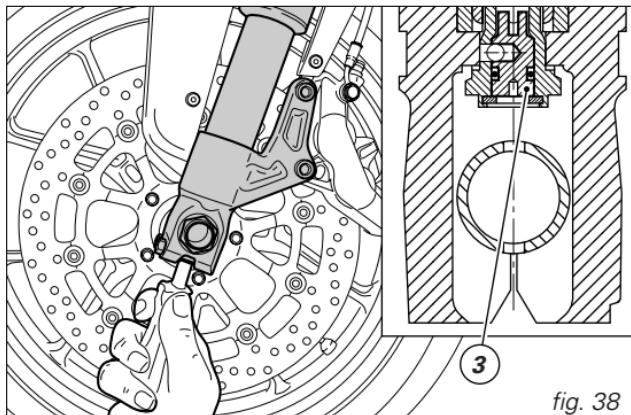

fig. 38
- 3) régler le frein hydraulique en compression (fig. 38).